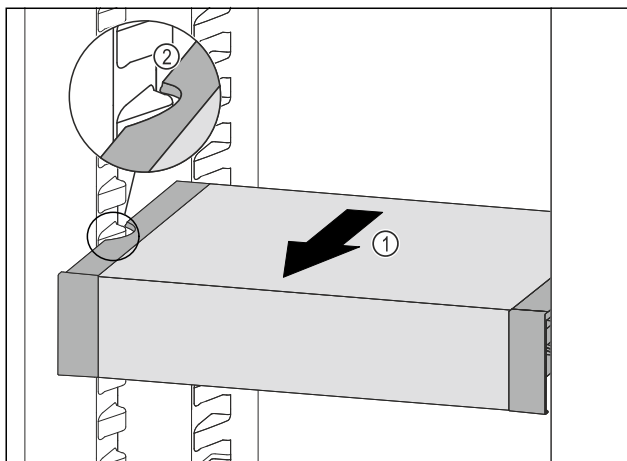

Fig. 126
- Táhněte VarioSafe dopředu Fig. 126 (1), dokud nebudou boční vybrání VarioSafe na úrovni žebrování na nádoby v chladniče. Fig. 126 (2)